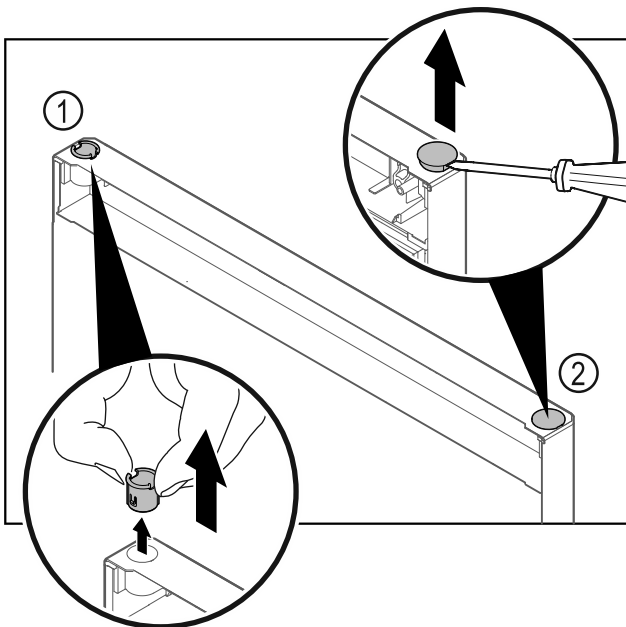

Fig. 24
- ▶ Træk hængselbøsningen Fig. 24 (1) ud med fingrene.
- ▶ Løsn afdækningsproppen Fig. 24 (2) forsigtigt med en flad skruetrækker, og træk den ud.